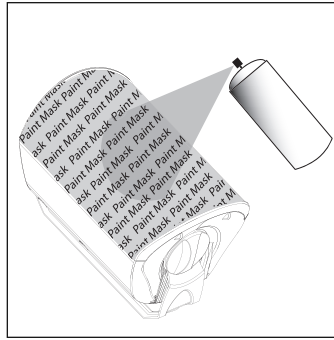

ABBILDUNG 8: Sprühen Sie nach der Grundierung dünne Schichten des Oberflächenlacks auf.
2. Den eigentlichen Lack sollten Sie erst auftragen, nachdem die Grundierung getrocknet ist [Abbildung 8].